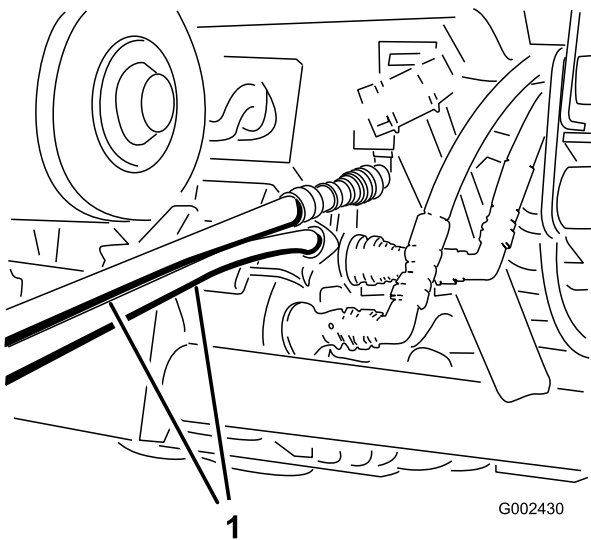

Figure 86
4. Sur l'autre véhicule, branchez les 2 flexibles au raccord se trouvant encore dans le support (branchez le flexible supérieur au raccord supérieur et le flexible inférieur au raccord inférieur), comme montré à la Figure 86.